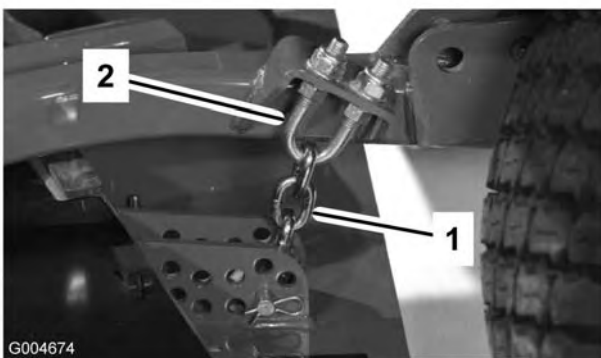

Figura 86
1. Allentate i controdadi sulla parte superiore o inferiore del bullone a U della catena dell'altezza di taglio (Figura 86).